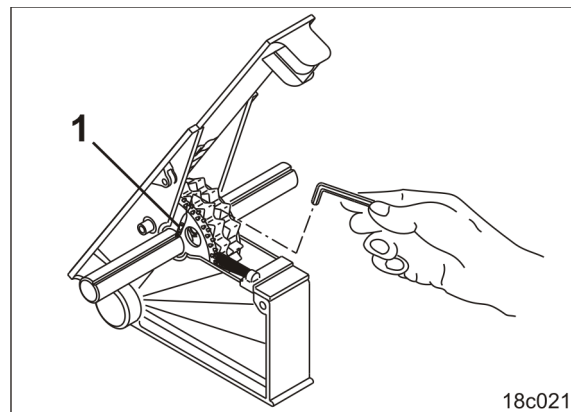

Fig. 126
5. Scoateți știfturile filetate (Fig. 126/1) ale noilor discuri de distribuție pentru cărările tehnologice până când aceste discuri se pot roti liber pe axul de distribuție.